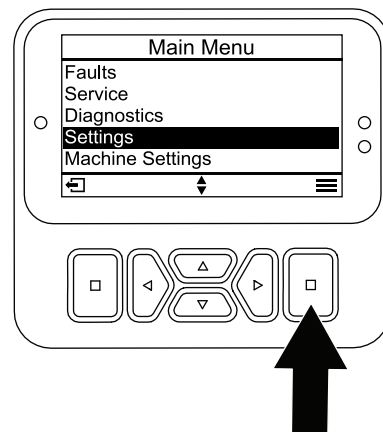

Figura 20
1. Dal MAIN MENU (MENU PRINCIPALE), scorrete verso il basso fino al menu SETTINGS (IMPOSTAZIONI) e premete il pulsante seleziona (Figura 20).